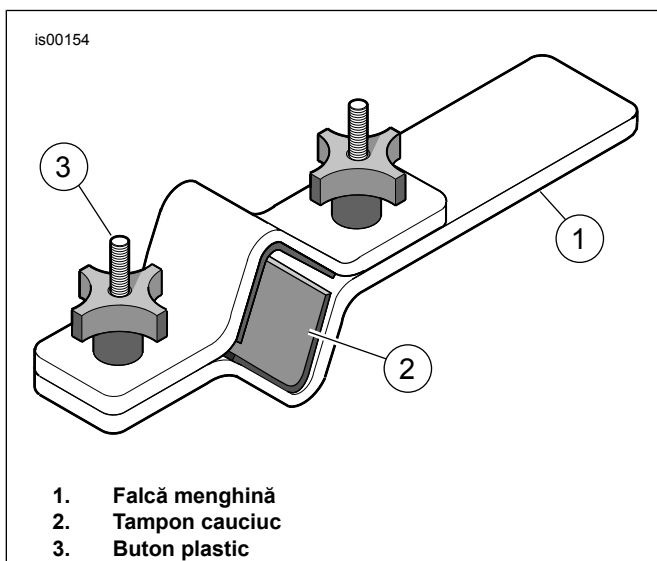
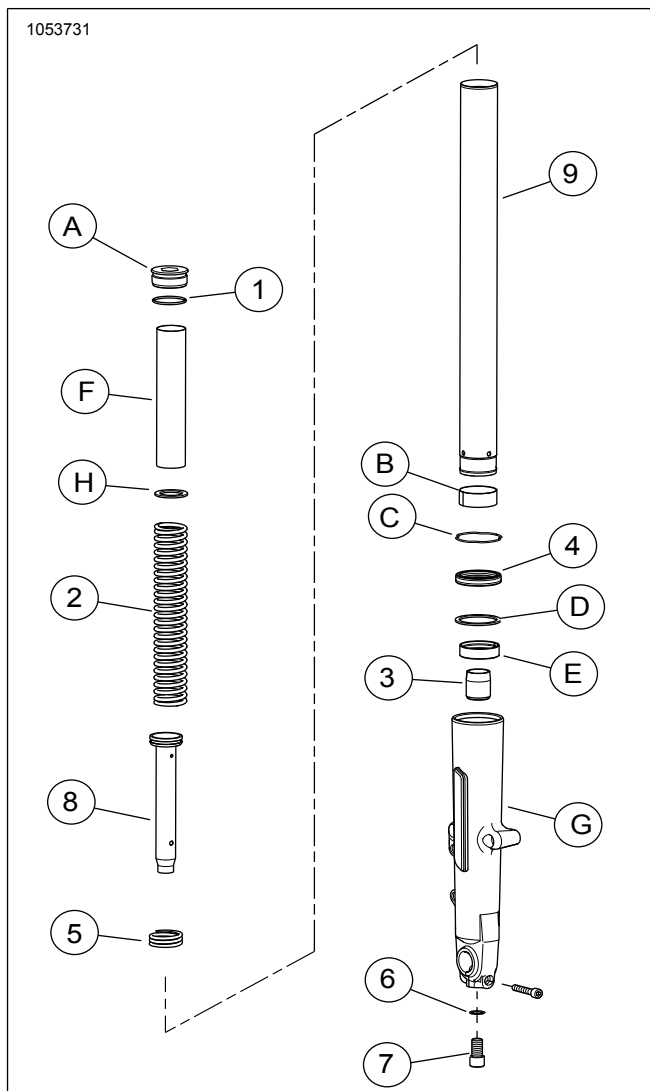

Figura 3. Suport tub de furcă (HD-41177)
Figura 6. Componente de service: Cartuș furcă față Touring
1. Consultați Figura 3 . Montați furca în suportul tubului de furcă (HD-41177), după cum urmează:
- a. Prindeți capătul instrumentului (1) în menghină în poziție orizontală.
- b. Consultați Figura 6 . Cu șurubul furcii (A) în sus, prindeți tubul furcii (9), între tamponalele de cauciuc de pe partea interioară a instrumentului. Strângeți butoanele până când tubul furcii este ținut în siguranță.
- Consultați Figura 6 . Asigurați-vă că inelul pistonului este instalat pe tubul amortizorului cu decupajele în jos. Așezați **noul** arc de recul (5) pe **noul** tub de amortizor din kit (8). Introduceți tubul amortizorului în **noul** tub de furcă (9).
- Introduceți arcul **nou** (2) și gulerul arcului (F) în tubul furcii, cu secțiunea de spire densă spre tubul amortizorului. Împingeți partea inferioară a tubului amortizorului prin deschiderea de la capătul inferior al tubului furcii. Așezați **noua** blocare a uleiului (3) peste capătul tubului amortizorului.
- Aplicați etanșant de filet Loctite 565 pe **noul** șurub (7). Poziționați tubul furcii și tubul amortizorului în glisorul furcii (G). Țineți ansamblul în poziție prin exercitarea unei presiuni asupra arcului. Montați șurubul (7) cu șaiba din cupru **nouă** (6) din kit.
- Consultați Figura 6 . Glisați clema de siguranță (C) în jos pe tubul furcii până când atinge garnitura de ulei a furcii. Montați clema de reținere în canelura glisorului furcii. Nu extindeți sau strângeți clema de reținere pentru a o monta în tubul furcii, deoarece clema se poate deteriora.
- d. Consultați Figura 6 . Introduceți tija în partea de sus a tubului până când inelul metalic se sprijină pe partea de sus a tubului furcii.
12. Montați arcul de furcă în tubul furcii (6) cu capătul dens în jos.